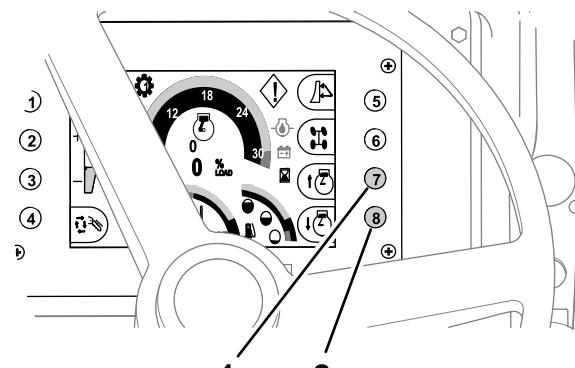

Figure 38
- Pour monter le régime moteur, appuyez sur le bouton 7 du centre de commande (Figure 38).
- Pour baisser le régime moteur, appuyez sur le bouton 8 du centre de commande (Figure 38).